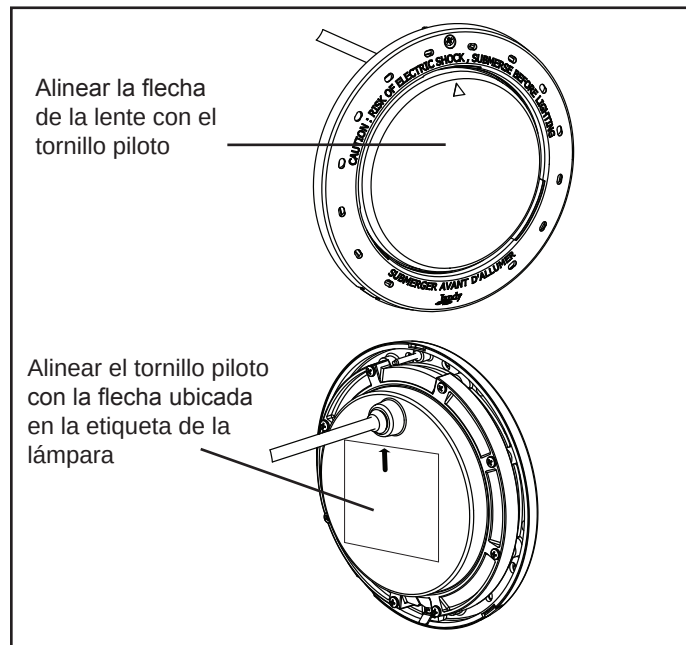

Figura 9. Alineación de lente, aro frontal, carcasa y abrazaderas de luces LED blancas
- Coloque la lente y la junta sobre la lámpara. Coloque el conjunto del aro frontal sobre la lente y alinee el tornillo piloto con la marca de flecha pequeña en la parte frontal de la lente. Tenga en cuenta que la marca de flecha pequeña en la parte frontal de la lente y el tornillo piloto en el aro frontal deben quedar alineados con la flecha de la etiqueta de la lámpara en la que se indica: "La flecha de esta etiqueta debe alinearse con el tornillo piloto en el aro frontal". Consulte la Figura 9.